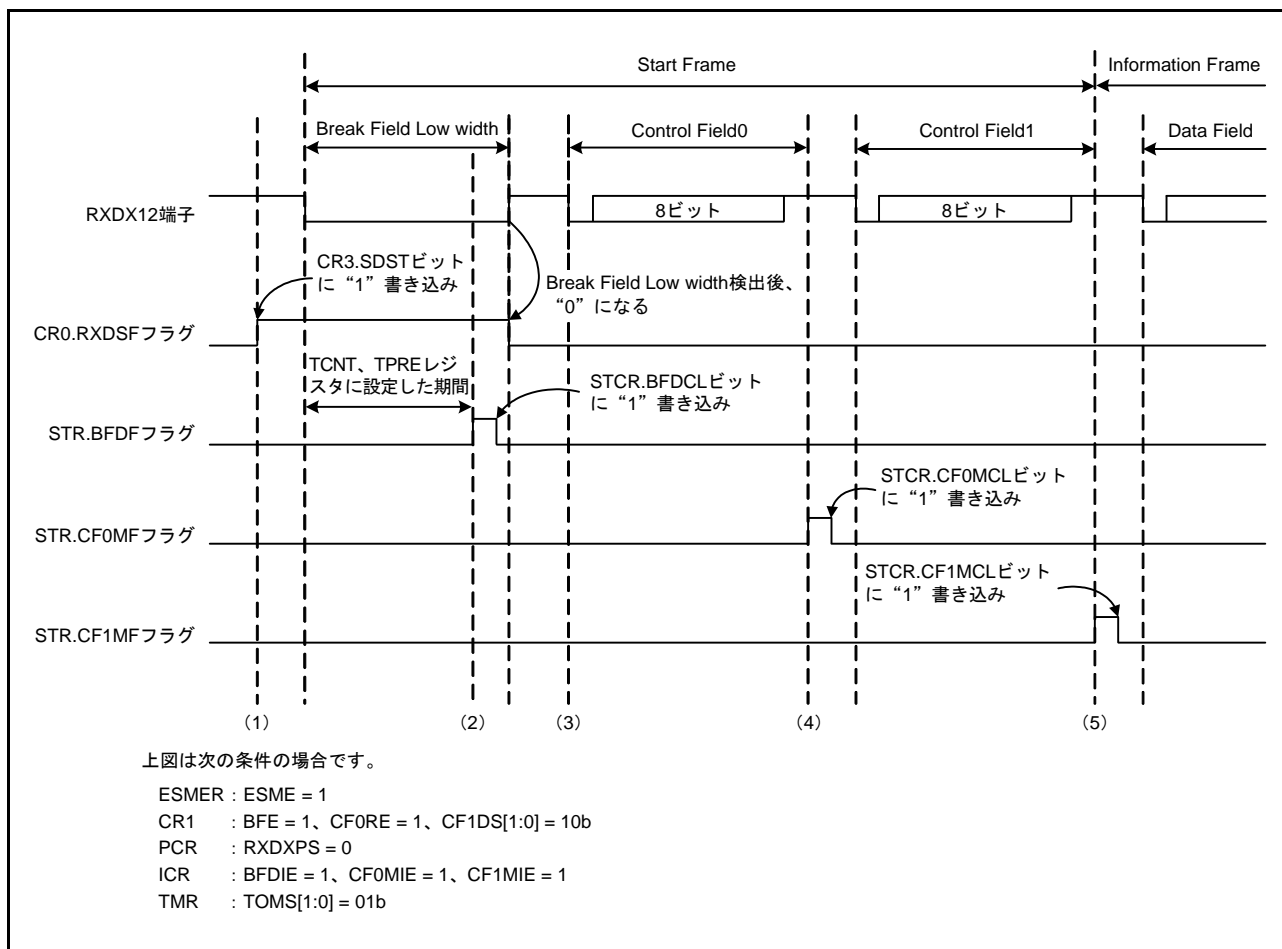
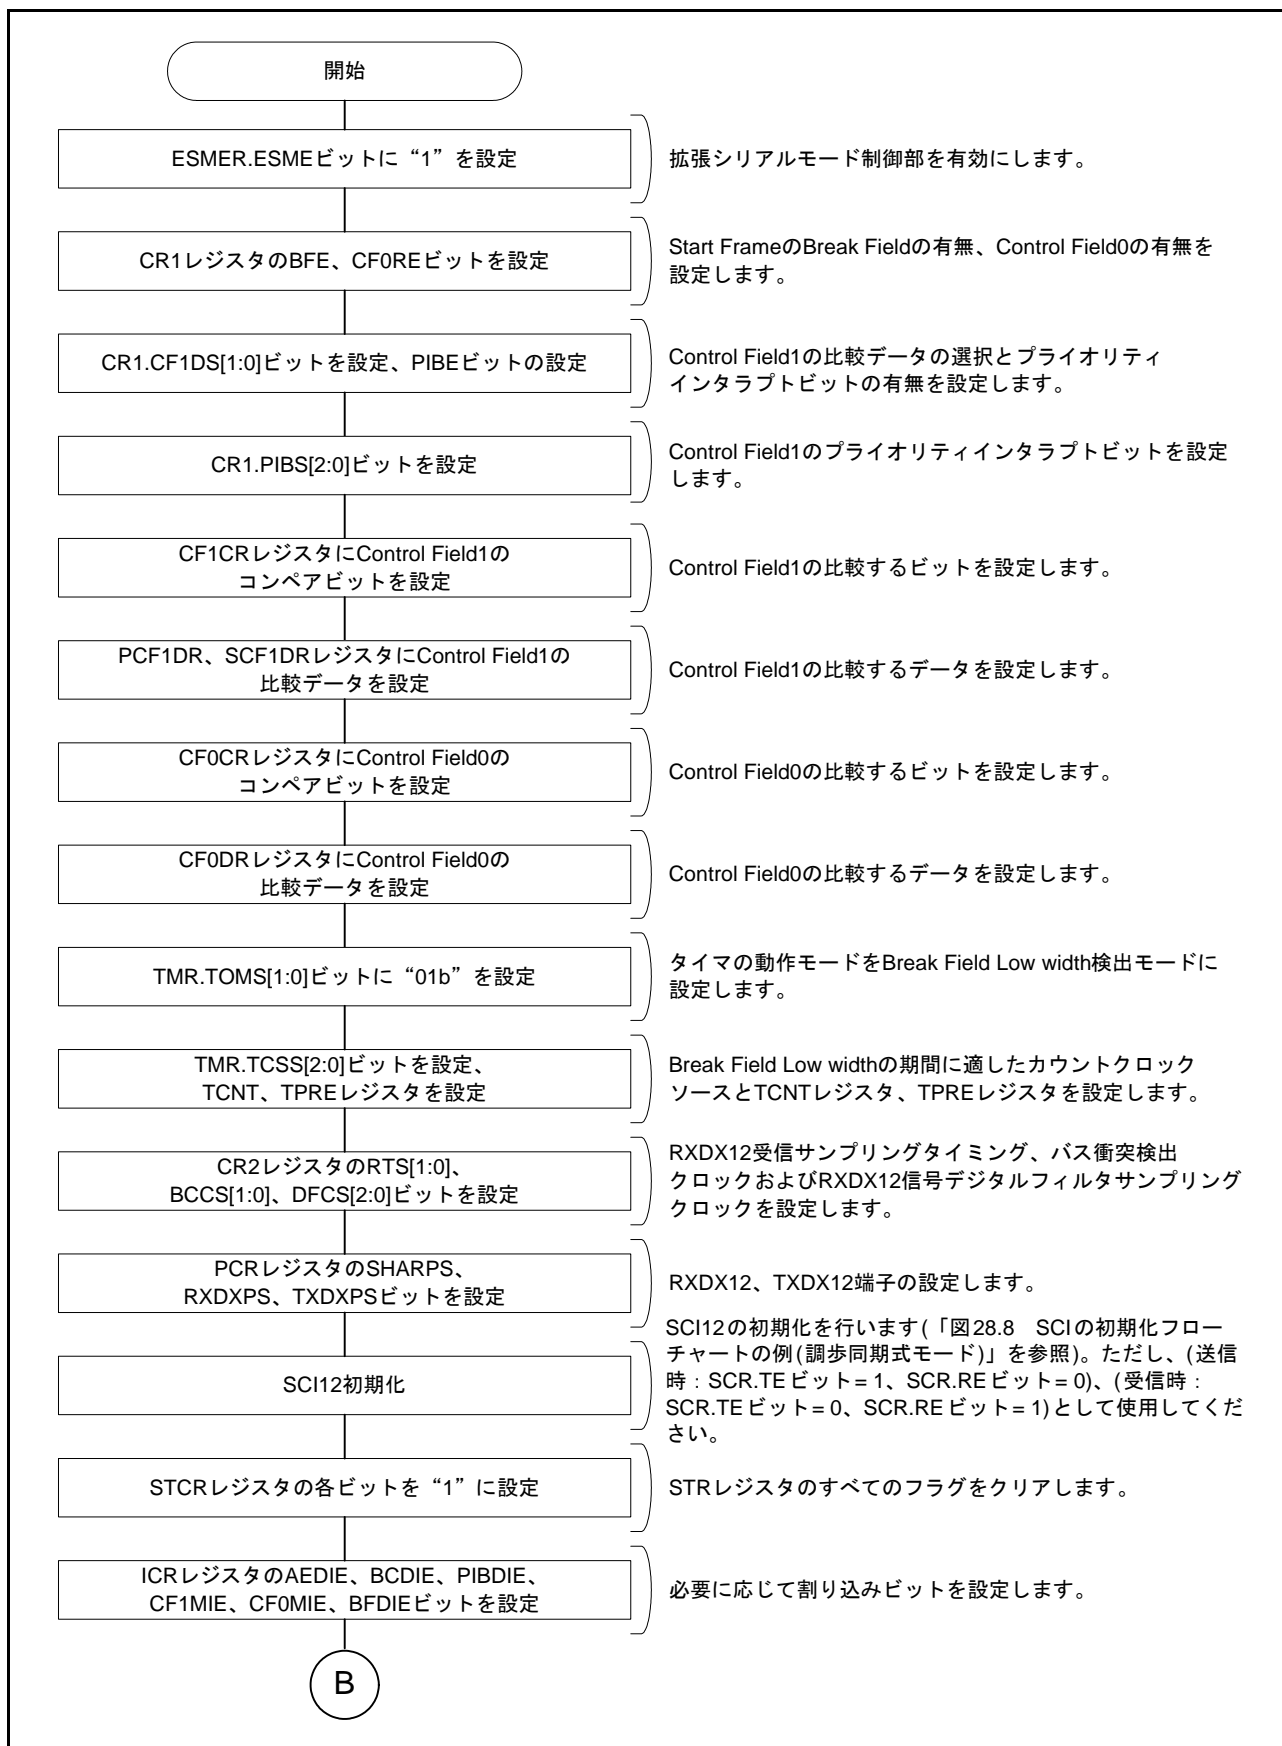
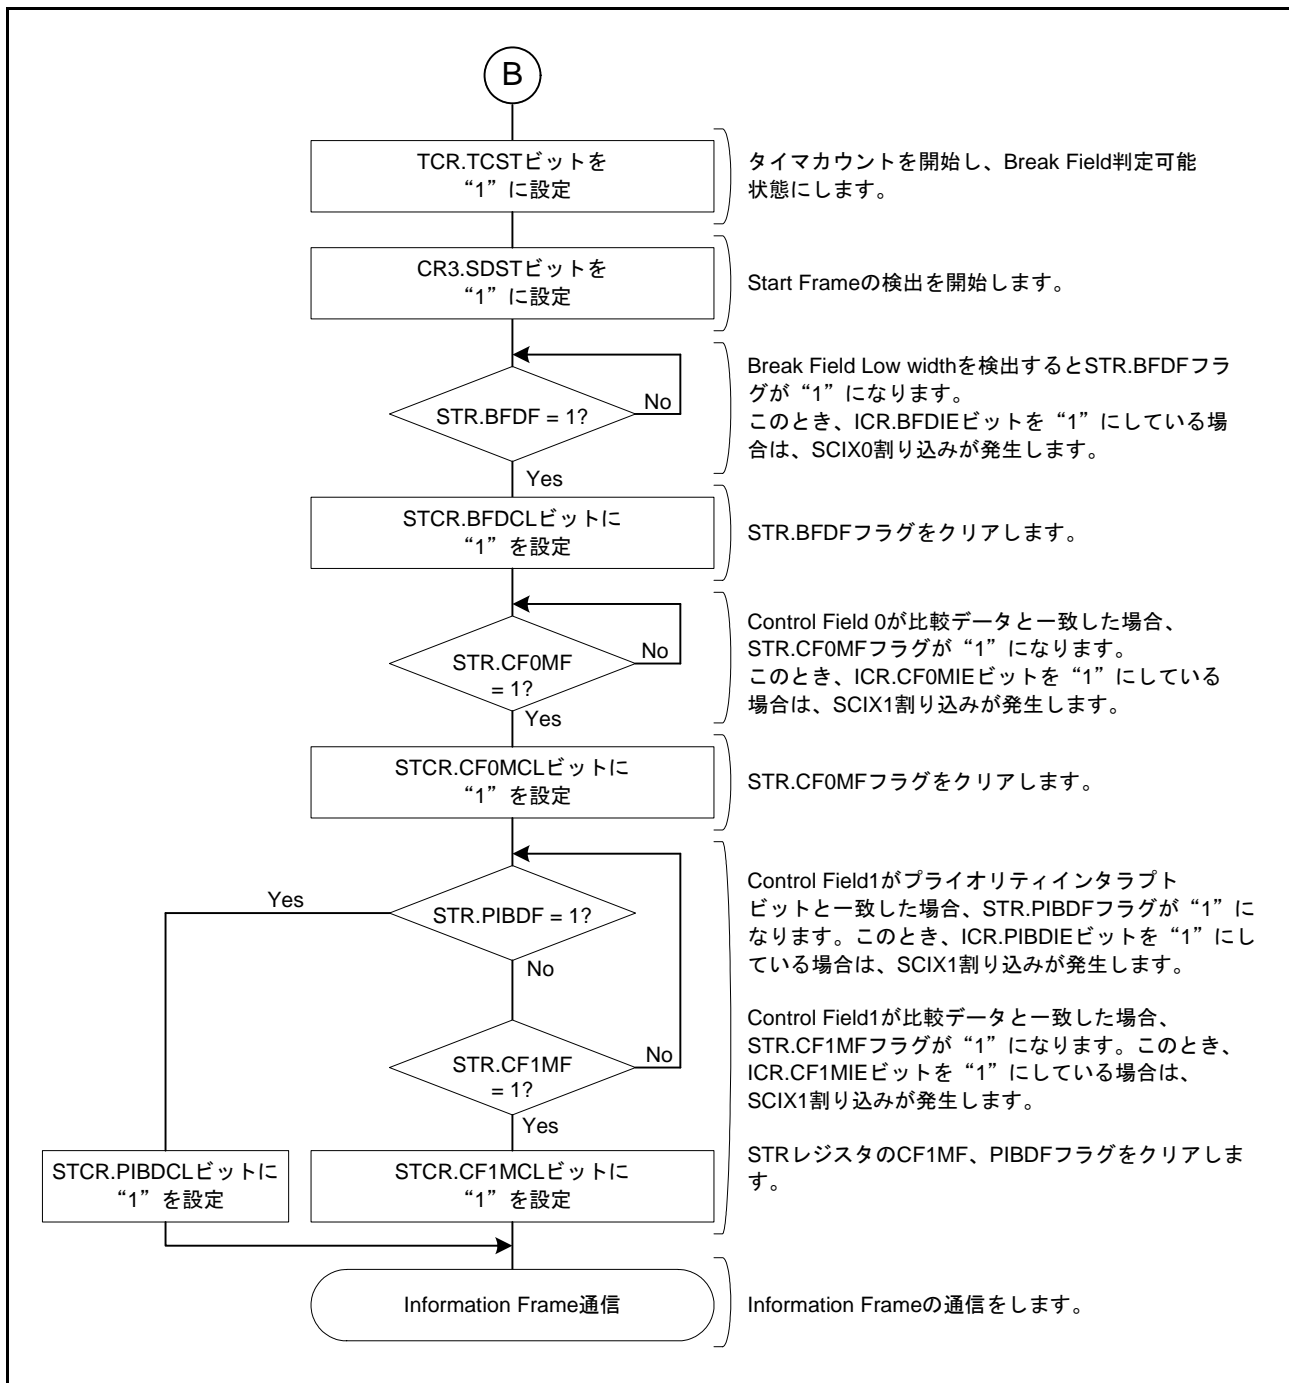
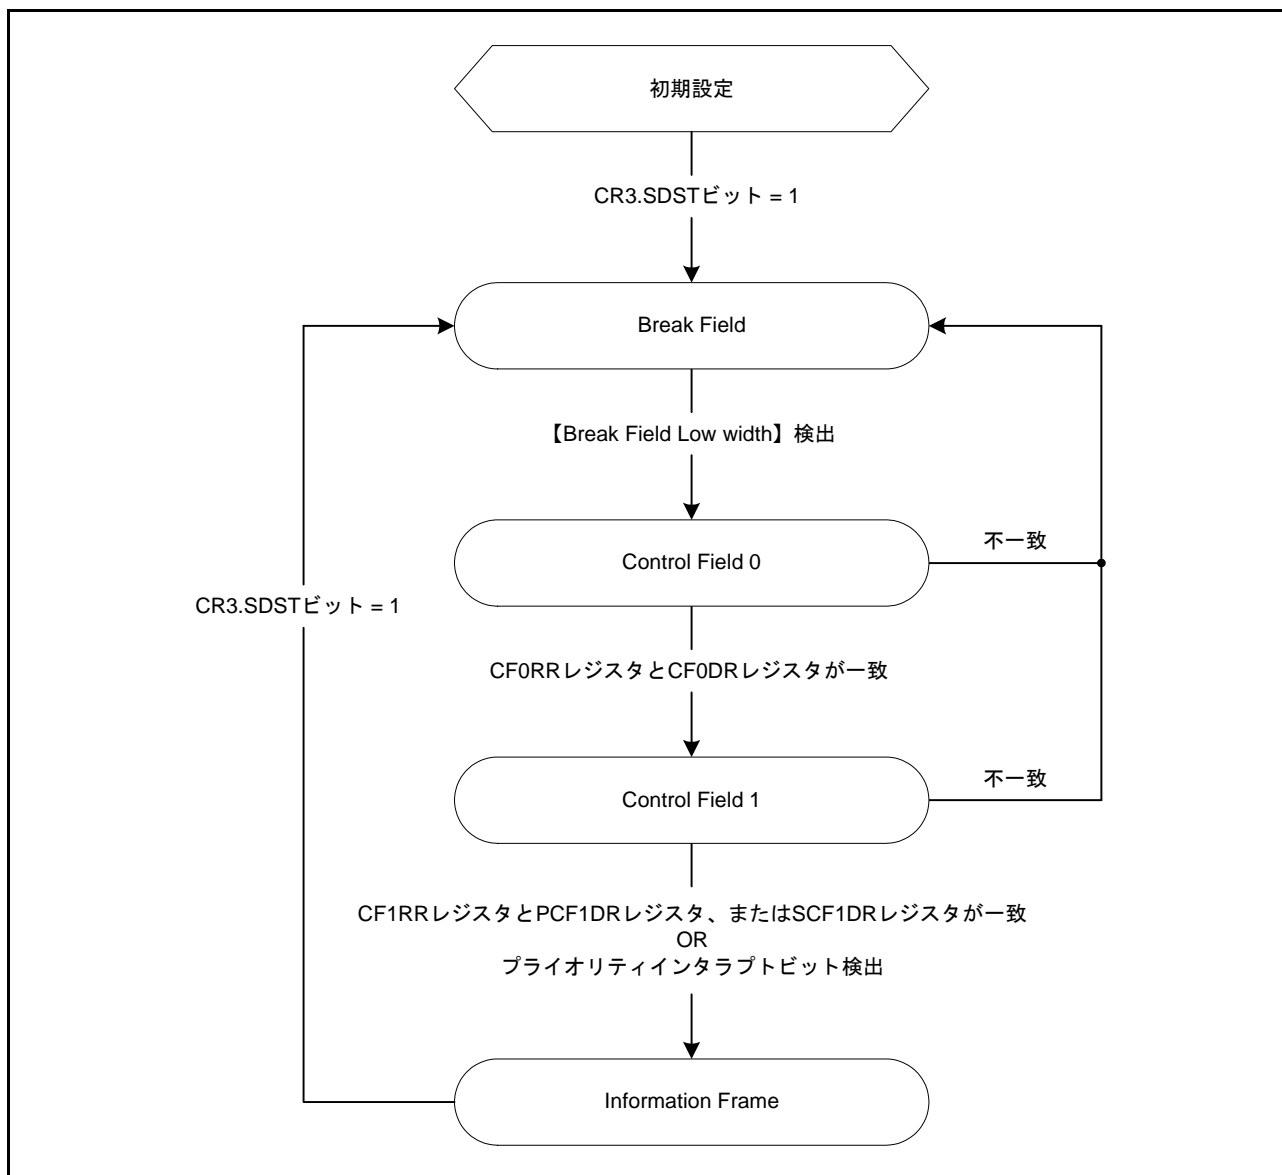

図 28.64 Start Frame 受信時の動作例
図 28.65 Start Frame 受信フローチャート例 (1)
図 28.66 Start Frame 受信フローチャート例 (2)
図 28.67 Start Frame 受信時の状態遷移図
図 28.64 に Break Field Low width、Control Field 0 および Control Field 1 で構成される Start Frame の受信時の動作例を示します。また、図 28.65、図 28.66 に Start Frame の受信を行うためのフローチャート、図 28.67 に Start Frame 受信時の状態遷移図を示します。
(1)～(4) は図 28.64 の Start Frame 受信時の動作例 (1)～(4) と同様になります。
(5) CR1.PIBS[2:0] ビットで指定したビットの値が PCF1DR レジスタに設定した値と一致した場合、STR.PIBDF フラグが“1”になります。また、ICR.PIBDIE ビットを“1”にしている場合は、SCIX1 割り込みが発生します。その後、Information Frame の通信を行います。Control Field 1 で受信したデータが PCF1DR レジスタまたは SCF1DR レジスタに設定したデータのどちらとも一致せず、プライオリティインタラプトビットも検出しない場合は、Break Field Low width 検出前の状態に遷移します。